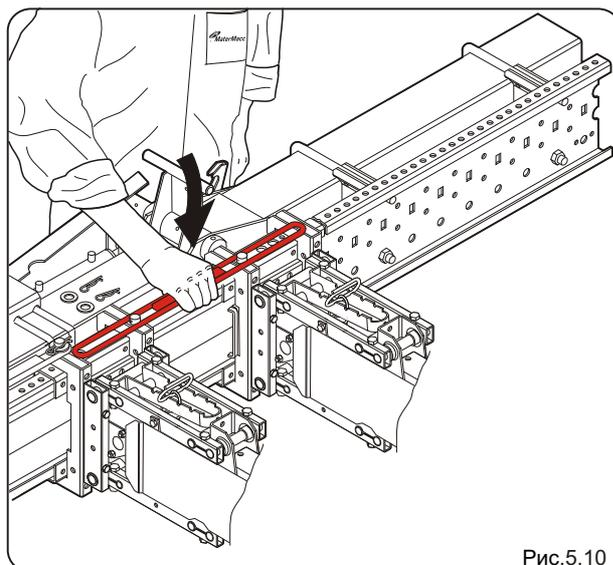

Рис.5.10
- Зафиксируйте звенья предварительно убранными кольцевыми прокладками и штырями R (рис.5.10).
Рис.5.10.a-b-с показывает, как возможно трансформировать машину с конфигурацией для посева на 6 рядов 45 (рис.5.10.a) в машину с конфигурацией на 6 рядов 60 (рис.5.10.b) или на 6 рядов 75 (рис.5.10.c).